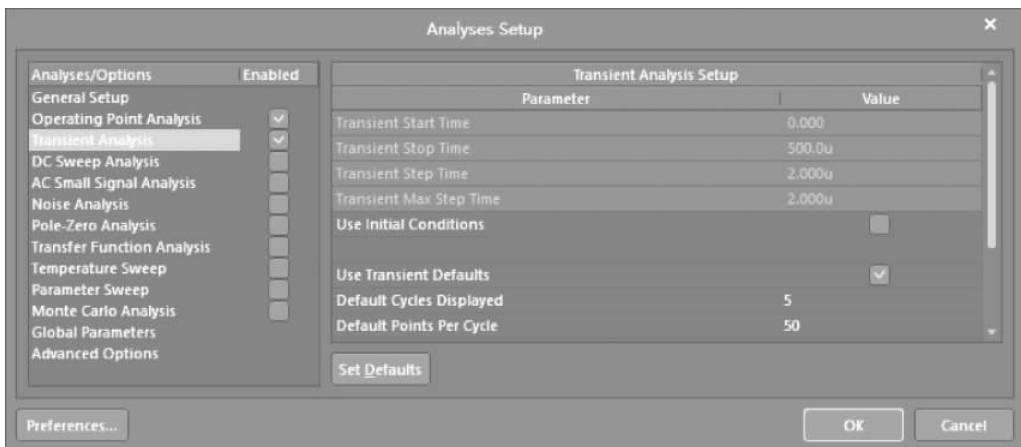

图 3-55 设置仿真参数界面 2
① 选中 Operating Point Analysis 和 Transient Analysis 选项,执行直流工作点和瞬态分析功能。
② 将 Collect Data For 设置为 Active Signals/Probes。
③ 将 IN 和 OUT 添加到 Active Signals 栏中。
(3) 选择 Transient Analysis 选项,出现如图 3-55 所示的 Transient Analysis Setup(瞬态分析设置)对话框。按下面参数设置。